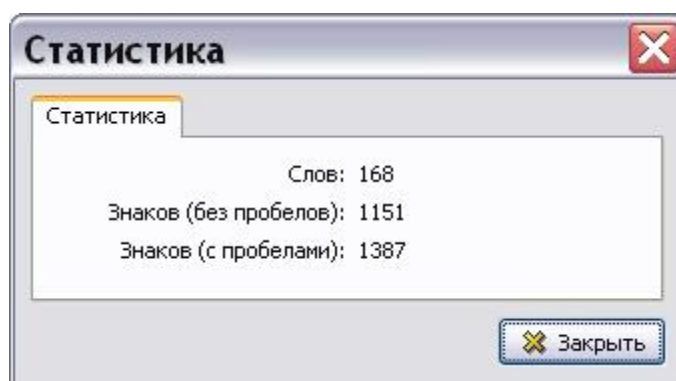

Рис. 21.201
5. После выбора параметров нажмите на кнопку **Применить**. В окне **Статистика** появятся результаты анализа (Рис. 21.201).